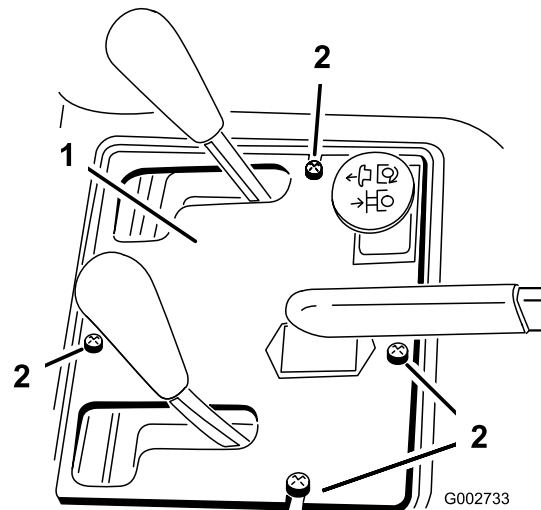

Figure 34
2. Retirez les (4) vis de fixation du panneau de commande au bâti (Figure 34).